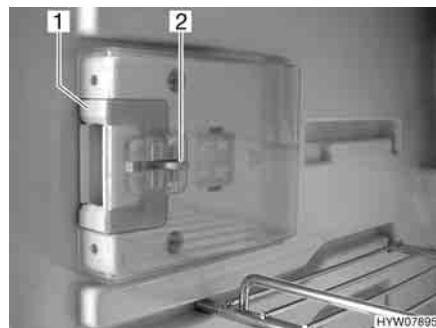
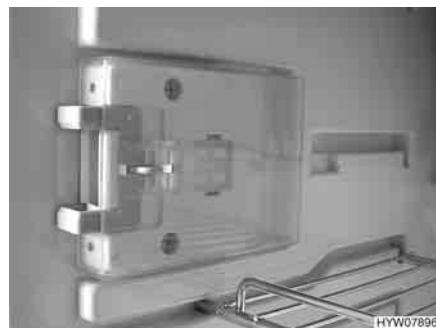

Fig. 151 Dispositivo di chiusura in posizione normale
Fig. 152 Dispositivo di chiusura in posizione di ricircolo d'aria
- Premere il dispositivo di sblocco (Fig. 151,2).
- Spingere il dispositivo di chiusura (Fig. 151,1) in avanti (Fig. 152).